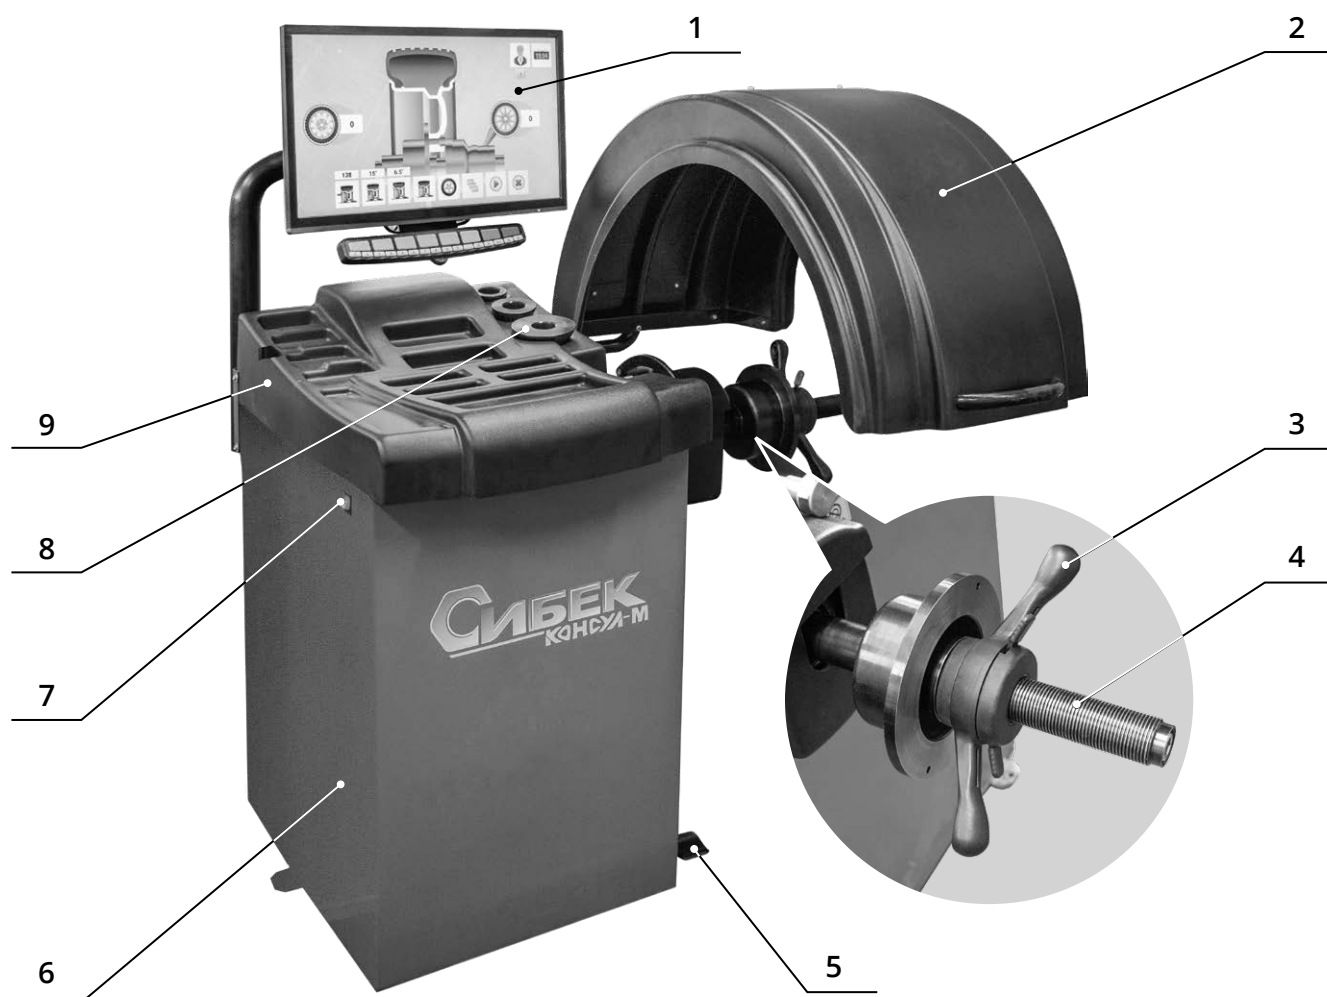
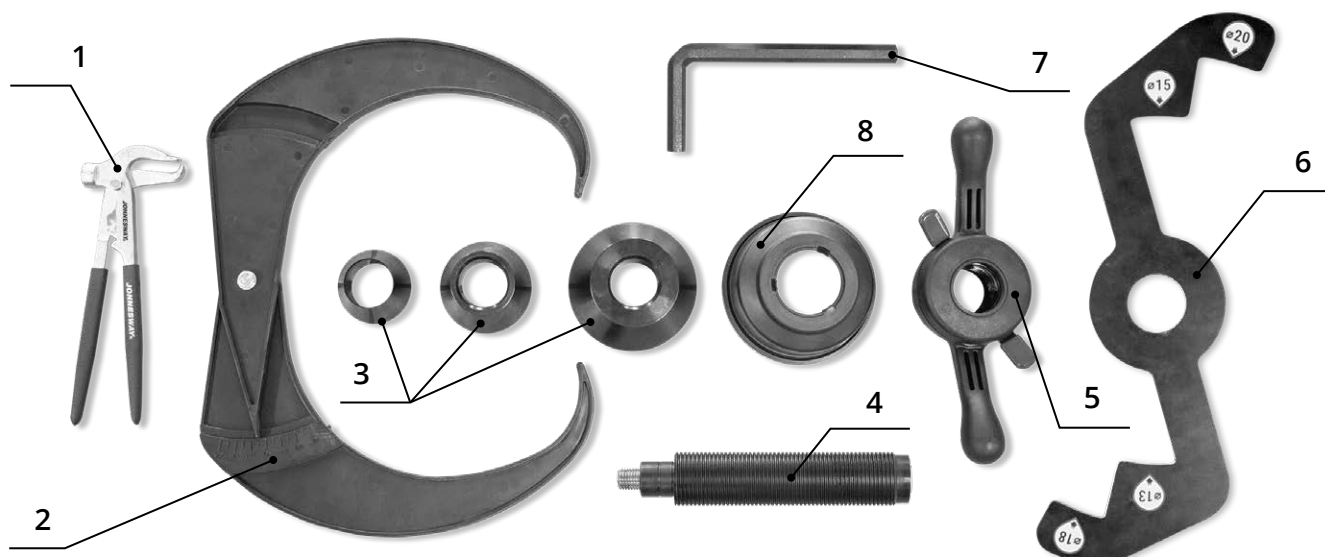

Рис. 1. Внешний вид станда.
Рис. 2. Комплект оснастки.
4.1 Конструктивно станд колес представлен совокупностью агрегатов и узлов, смонтированных в соответствии с функциональными связями в металлическом корпусе, установленном на плоском основании с выполненными отверстиями для жёсткого закрепления станда на полу, что обеспечит снижение уровня вибрации и точное выполнение операции балансировки. Внешний вид станда приведен на **рис. 1**, комплект поставки приведен на **рис. 2**.
4.4 В верхней части правой стороны корпуса расположен шпиндель станда, в котором установлен на подшипниках вал шпинделя с упорной шайбой. Центровка балансируемого колеса осуществляется одним конусом балансировочных (рис. 1, 2) по центральному посадочному отверстию колеса, колесо закрепляется быстросъемной гайкой.
4.7 Кронциркуль, входящий в комплект поставки (см. **рис. 2**), служит для замера ширины посадочного места шины колеса. Размеры после замера вводятся в память стенда для балансировки конкретного колеса и, сохраняясь в памяти, могут быть ис-